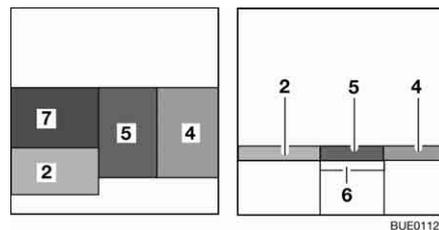

Fig. 122 Después de la transformación
- Extraer la prolongación del armazón de cama (Fig. 122,6).
- Colocar el cojín del asiento (Fig. 122,5) en el centro.
- Colocar el cojín del respaldo (Fig. 122,4) entre el cojín del asiento y la pared.